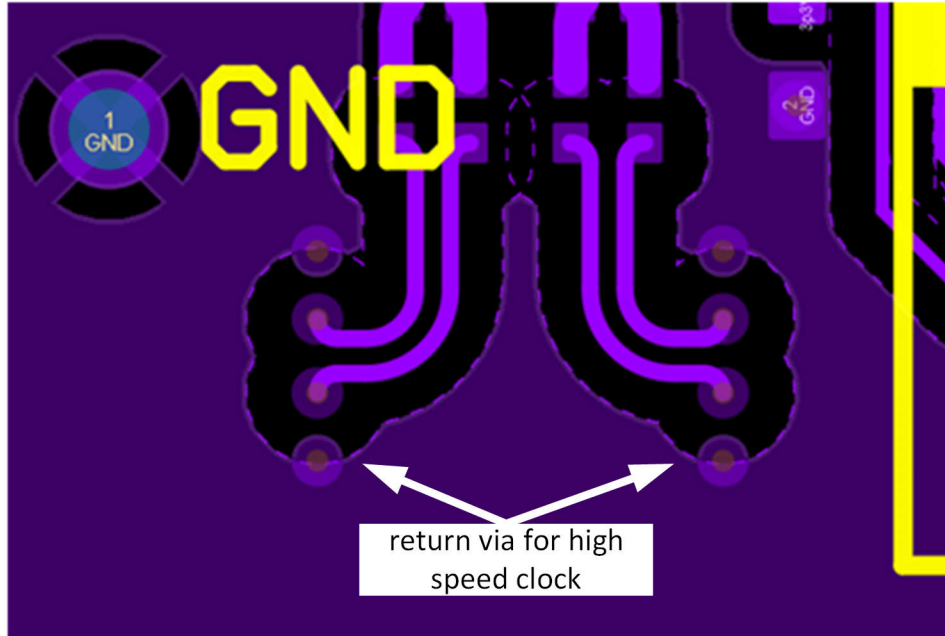

図 9-12. 高速クロックのリターンビア
- ビアを使用して高速信号を別の層に遷移する必要がある場合は、基板をできるだけ遠くまで遷移させて (上下に最適なケース)、ビアの上部または下部にあるビア スタブを最小限に抑えます。レイヤーの選択が柔軟でない場合は、バックドリルまたは埋め込みのブラインドビアを使用してスタブを除去します。層間の遷移を行うときは、常に臨界高速信号トレースの近くに 2 つのグランドビア (「リターンビア」) を配置して、近くのグランドリターンパスを提供します。例として 図 9-12 を参照してください。